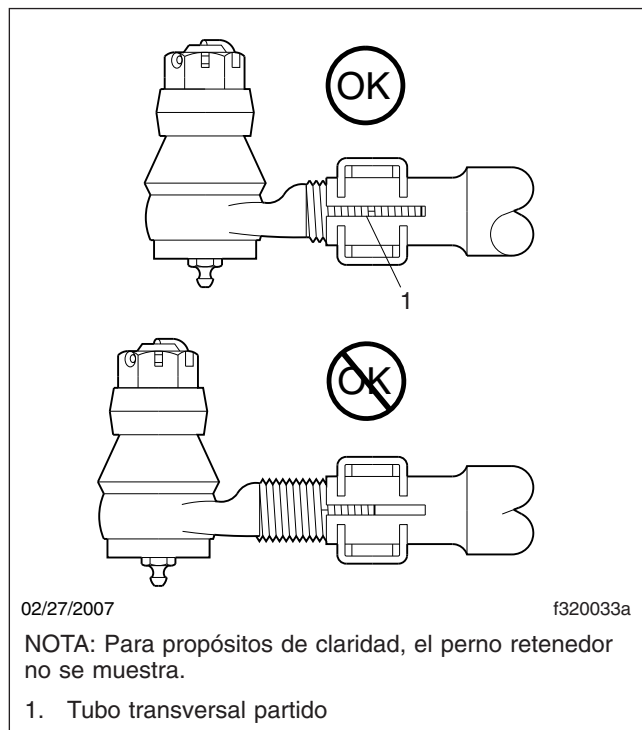

Figura 5, Ajuste de la rótula de barra de acoplamiento
3. Para una sujeción adecuada, la porción roscada de la rótula de barra de acoplamiento debe introducirse completamente en la parte dividida del tubo transversal. Vea la **Figura 5**. Si este procedimiento no se puede llevar a cabo, reemplace los componentes. Vea las instrucciones de servicio en el **Grupo 33** del *Manual de taller 108SD y 114SD*.